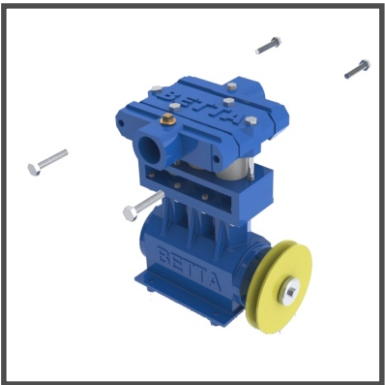

Fig. 23
- 2 - Soltar os 4 parafusos de fixação dos cabeçotes laterais, horizontais (fig. 23), que fixam o cabeçote central aos cabeçotes de sucção e de recalque.